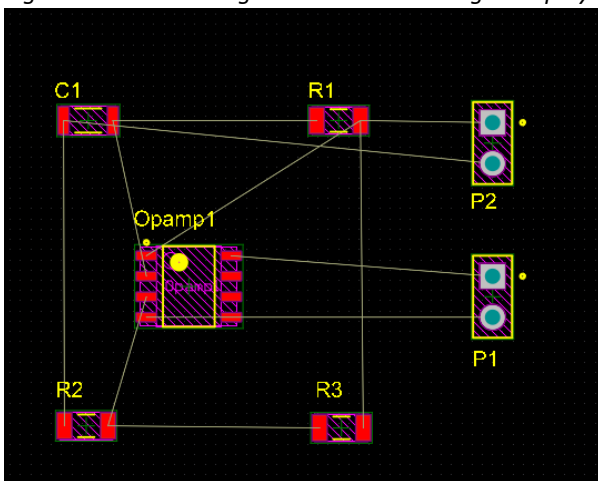

Fig. 3.12: Single Layer Mode: grijsschaal.
- **Gray Scale Other Layers** (zie Fig. 3.12): dit weergeeft de lagen in grijsschaal.